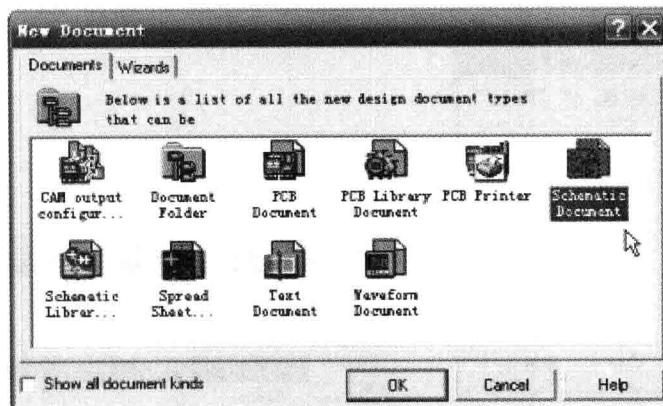
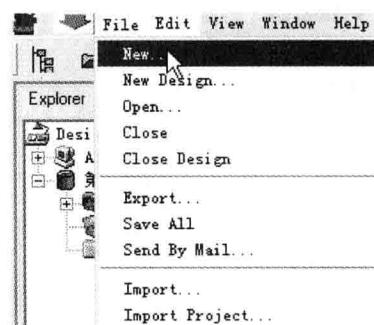

图 1-16 选择原理图文件
图 1-17 建立原理图方法二
**方法1** 如图 1-15 所示，在工作窗口的空白处右击，弹出快捷菜单，在快捷菜单中选择“New”命令，弹出如图 1-16 所示对话框；在图 1-16 所示对话框上选择“Schematic
**方法 2** 如图 1-17 所示，执行菜单命令“File→New”，弹出如图 1-16 所示对话框，在图 1-16 所示对话框上选择“Schematic Document”双击，也可建立一个原理图文件(ShiLi1.Sch)。